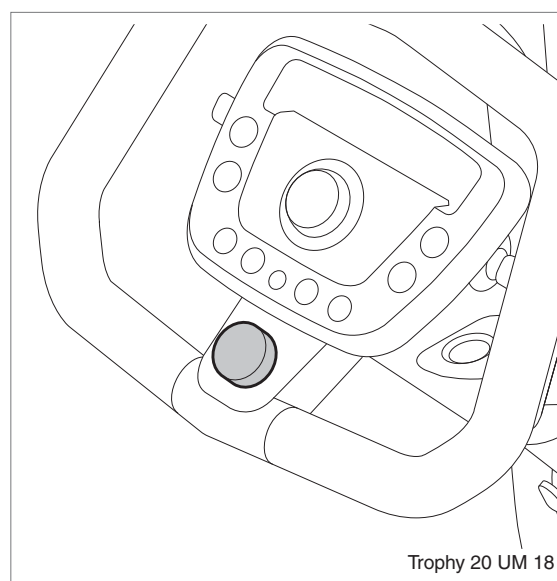

Figure 15
- En cas d'urgence, le bouton d'arrêt d'urgence en option peut être enfoncé. Le scooter effectuera un arrêt d'urgence (figure 15).